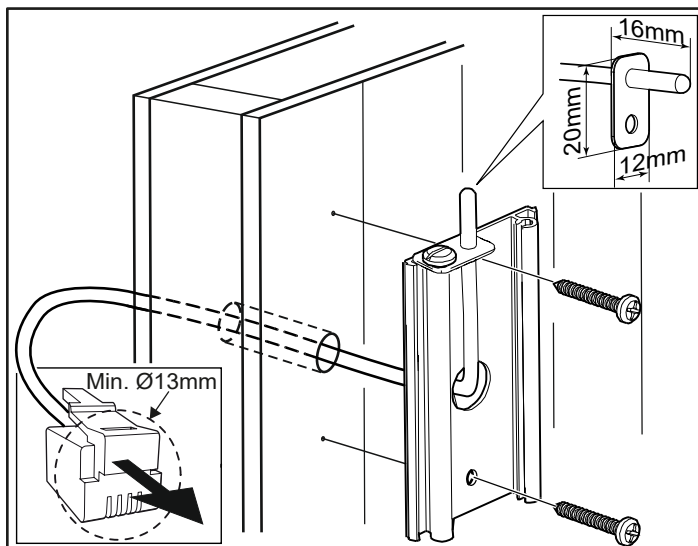

Afb. 11: Haak en schroef de voor- en achterpanelen aan de achterkant vast
8. Haak de voor- en achterpanelen vast en draai de schroeven vast (zie afbeelding 11).